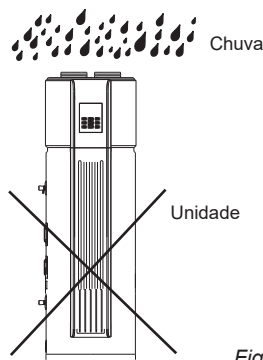

Fig. 3-6
- Em caso de entrada de chuva nos componentes interiores da unidade, o componente pode ser danificado ou causar perigo físico (Fig. 3-6).